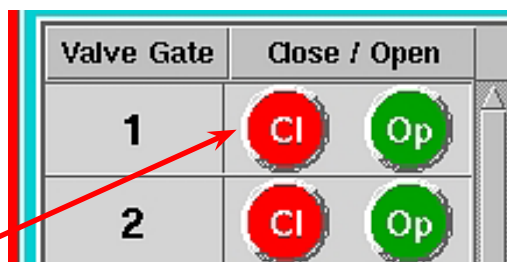

Abbildung 10: Tool "Test einzelner Schieber"
- K. **Schließen Sie ein Ventil nach dem anderen.** Sie können im Tool "Schieberventile" auch einzelne Schieber testen, indem Sie auf die Schaltfläche "Setup" in der Zeile für den jeweiligen Schieber klicken. *Siehe Abbildung 10.*
- L. **Öffnen Sie ein Ventil nach dem anderen.** Sie können im Tool "Schieberventile" auch einzelne Schieber testen, indem Sie auf die Schaltfläche "Setup" in der Zeile für den jeweiligen Schieber klicken. *Siehe Abbildung 10.*